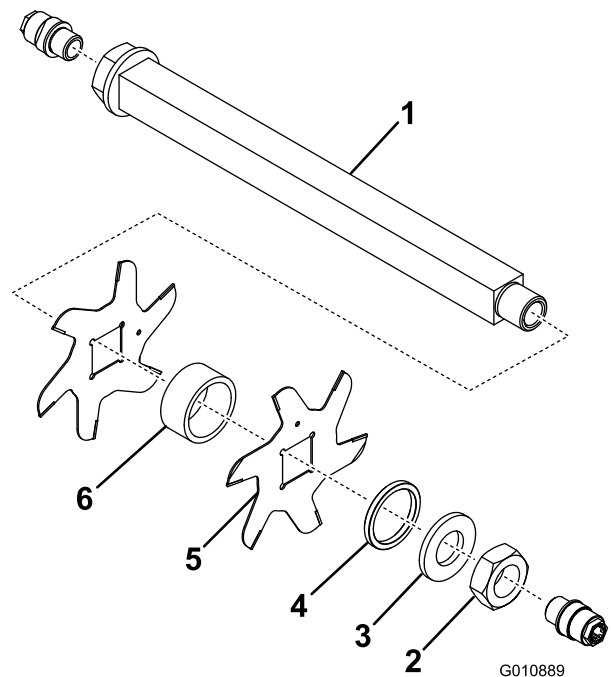

Bild 13
3. Entfernen Sie das kleine Distanzstück, die Scheibe, die Messer und die großen Distanzstücke. Reinigen und schmieren Sie die rechteckige Welle mit etwas Schmiermittel ein, um die Montage zu vereinfachen (Bild 13).